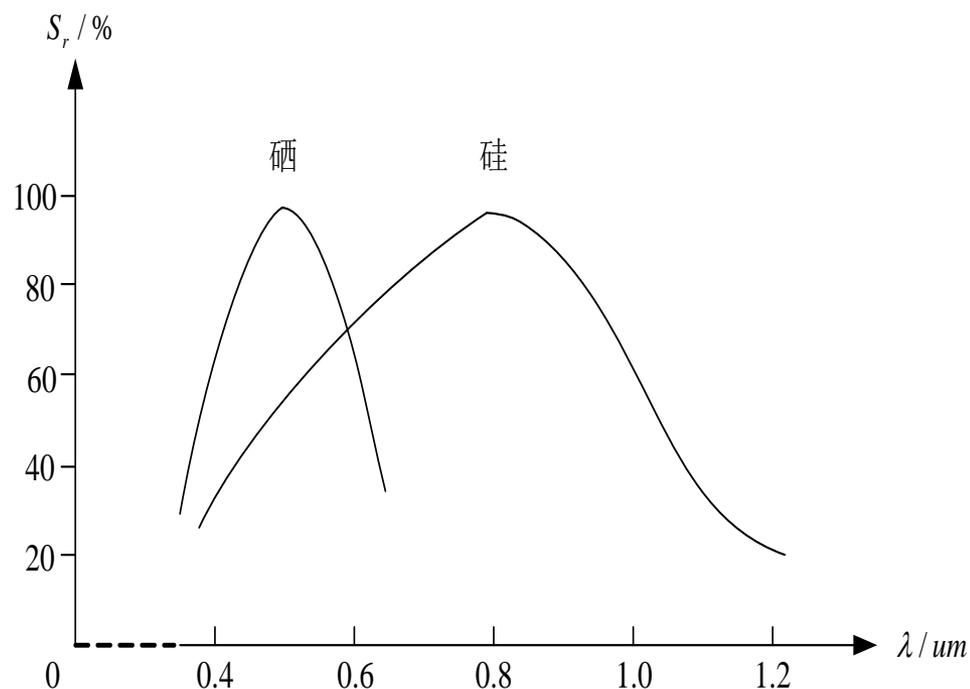

图7-28 光电电池的光谱特性图
- 光电电池对不同波长的光的灵敏度不相同。图7-28所示为硅光电电池和硒光电电池的光谱特性曲线。不同材料的光电电池，光谱峰值所对应的入射光波长不同。如硅光电电池在0.8 附近，硒光电电池在0.5 附近。硅光电电池的光谱响应波长范围为0.4-1.2 ，而硒光电电池的范围为0.38-0.75 。可见硅光电电池可以应用在很宽的波长范围内。